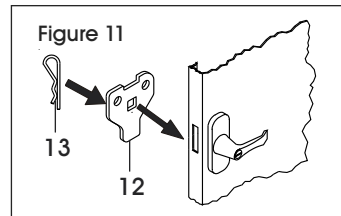
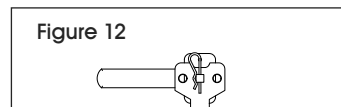

Figure 11
Figure 12
2. Tournez la poignée en position ouverte. Placez la came de verrouillage (12) sur la tige carrée de la poignée de porte. Le loquet doit être orienté vers le bas, comme illustré. (Voir Figure 11) Insérez la goupille fendue (13) dans le trou de la tige carrée. (Voir Figure 12)